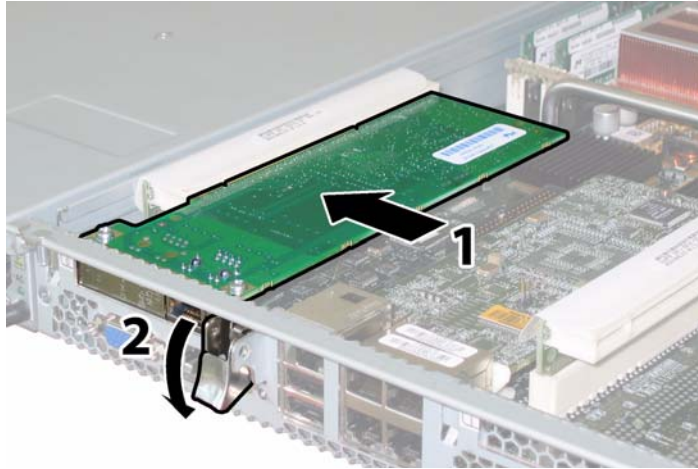

図 3-55 PCI カードの取り付け
e. PCI カードラッチを、ロックされるまで下に回します。図 3-55 を参照してください。